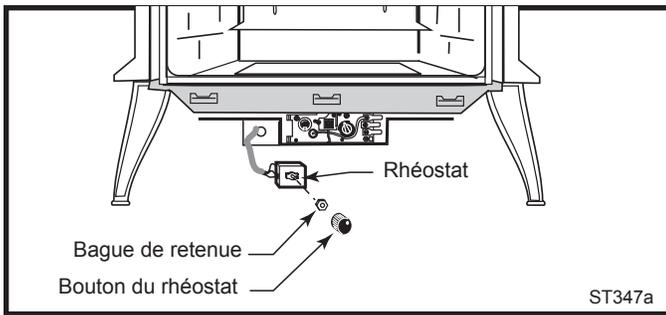

Fig. 17 Fixez le rhéostat du ventilateur.
4. L'interrupteur de commande du rhéostat se fixe au côté gauche du support de distributeur situé à l'avant de l'appareil. (Fig. 17)